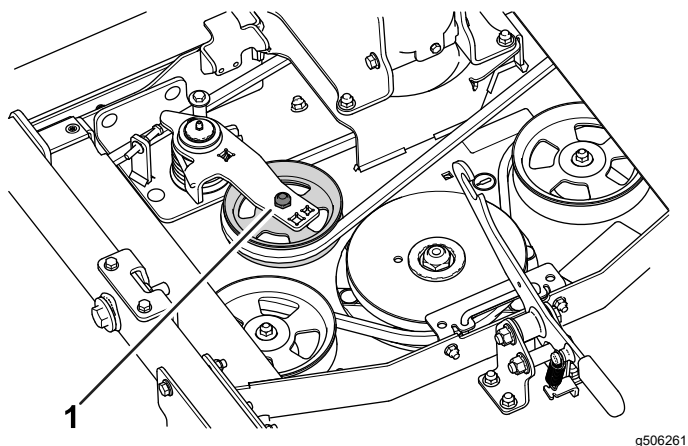

図 2
2. ソケットレンチなどの工具を使って、アイドラプーリー (図 2) を駆動ベルトから遠ざけてベルトの張力を緩め、ベルトがアイドラプーリーから外れるようにする。